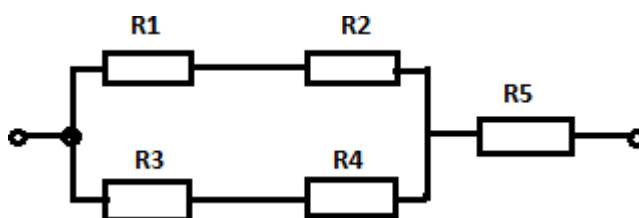

Рис.1
3. Решите задачу: Вычислите эквивалентное сопротивление электрической цепи, приведенной на рис.1, если $R_1=2\text{Ом}$, $R_2=3\text{Ом}$, $R_3=5\text{Ом}$, $R_4=R_5=10\text{Ом}$.